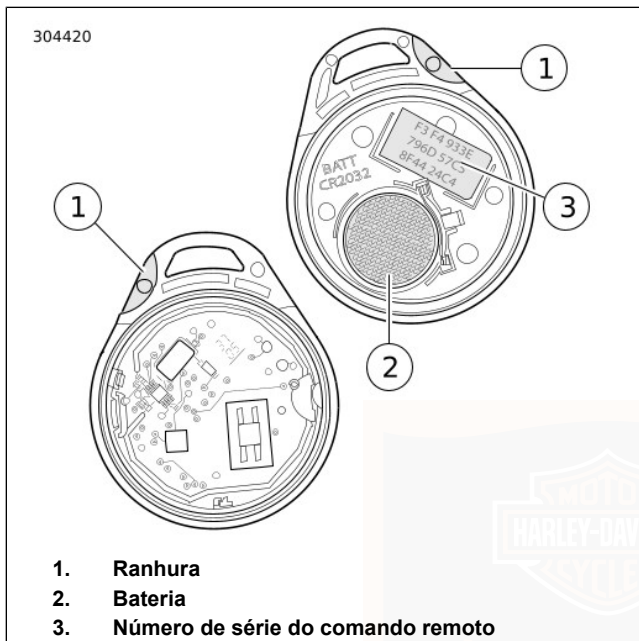

Figura 48. Bateria do comando remoto
1. Ver Figura 48. Introduzir uma chave fina na ranhura (1) no lado do comando remoto para separar as duas metades.
2. Remover a bateria (2) e descartá-la.